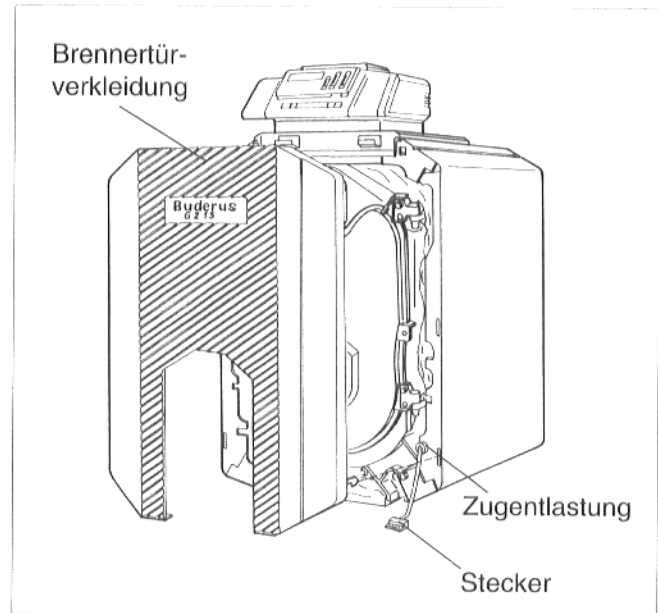

Abb. 34
- Brennerverkleidung bzw. Brennerhaube abnehmen (Abb. 34).
- Brennerleitung mit unverwechselbarem Stecker am Brenner einstecken (Abb. 34).